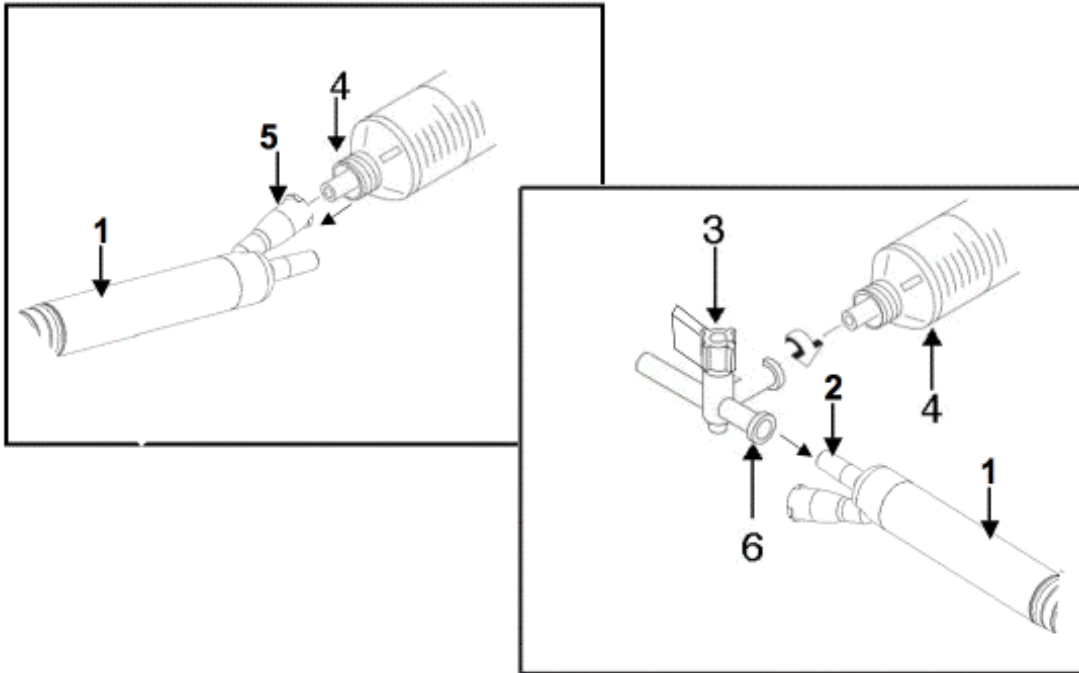

Figura 5.2. Configuración de la limpieza del mango de irrigación y aspiración.
- C. Conecte el extremo de la jeringa al conector de irrigación del mango (consulte Figura 5.2).